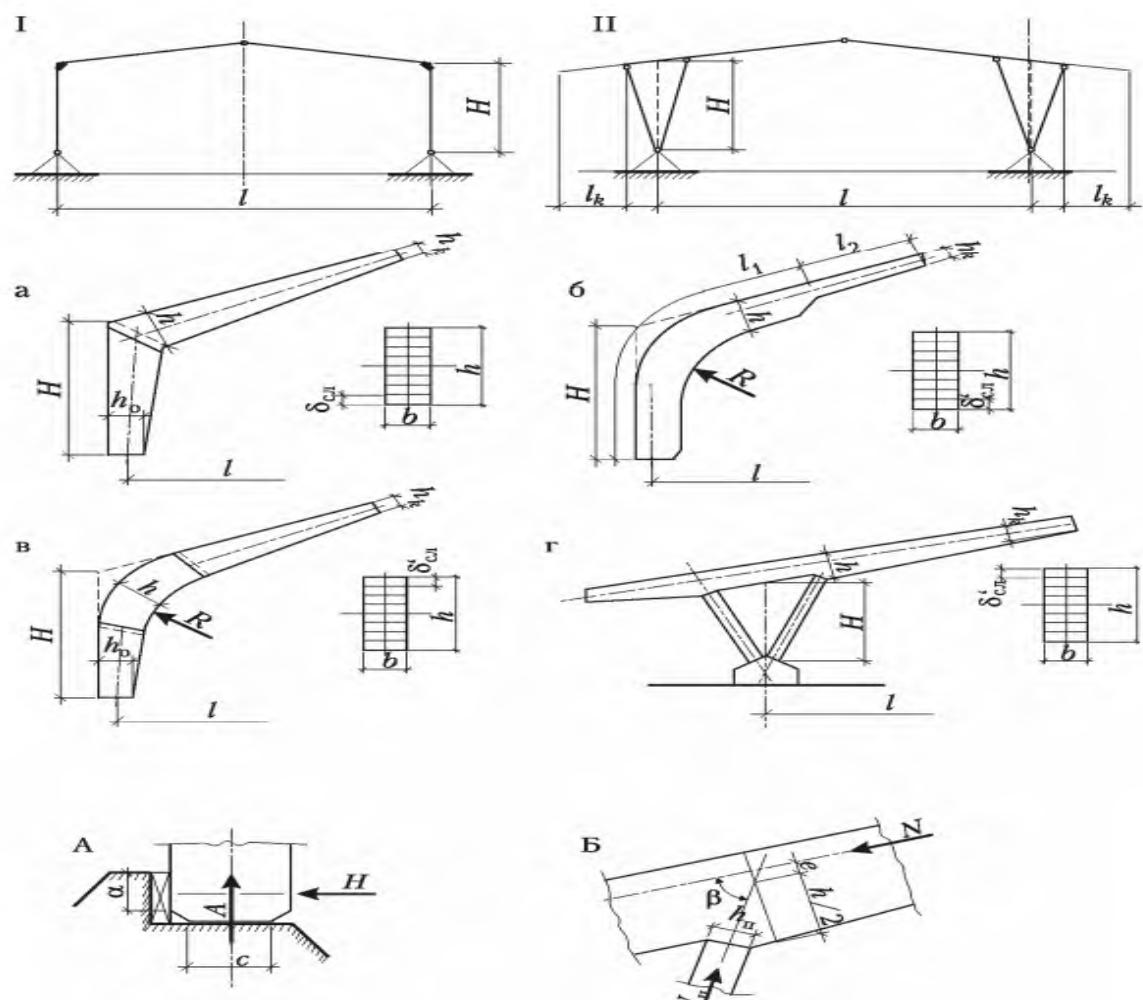

Рисунок 5 – Статические схемы, конструкции и узлы рам
6. При расчёте на устойчивость плоской формы деформирования рам рис. 5, а расчётную длину ригеля и стойки следует принимать равной длиной их внешних подкреплённых кромок, если угол между осями стойки и ригеля
7. В рамках рис. 5, а нормальные напряжения следует проверять в сечениях, нормальных к оси ригеля или стойки, у вершины внутреннего угла и в сечении
8. В рамках рис. 5, в нормальные напряжения следует проверять в криволинейной вставке (в сечении с M_{max}) и в сечениях